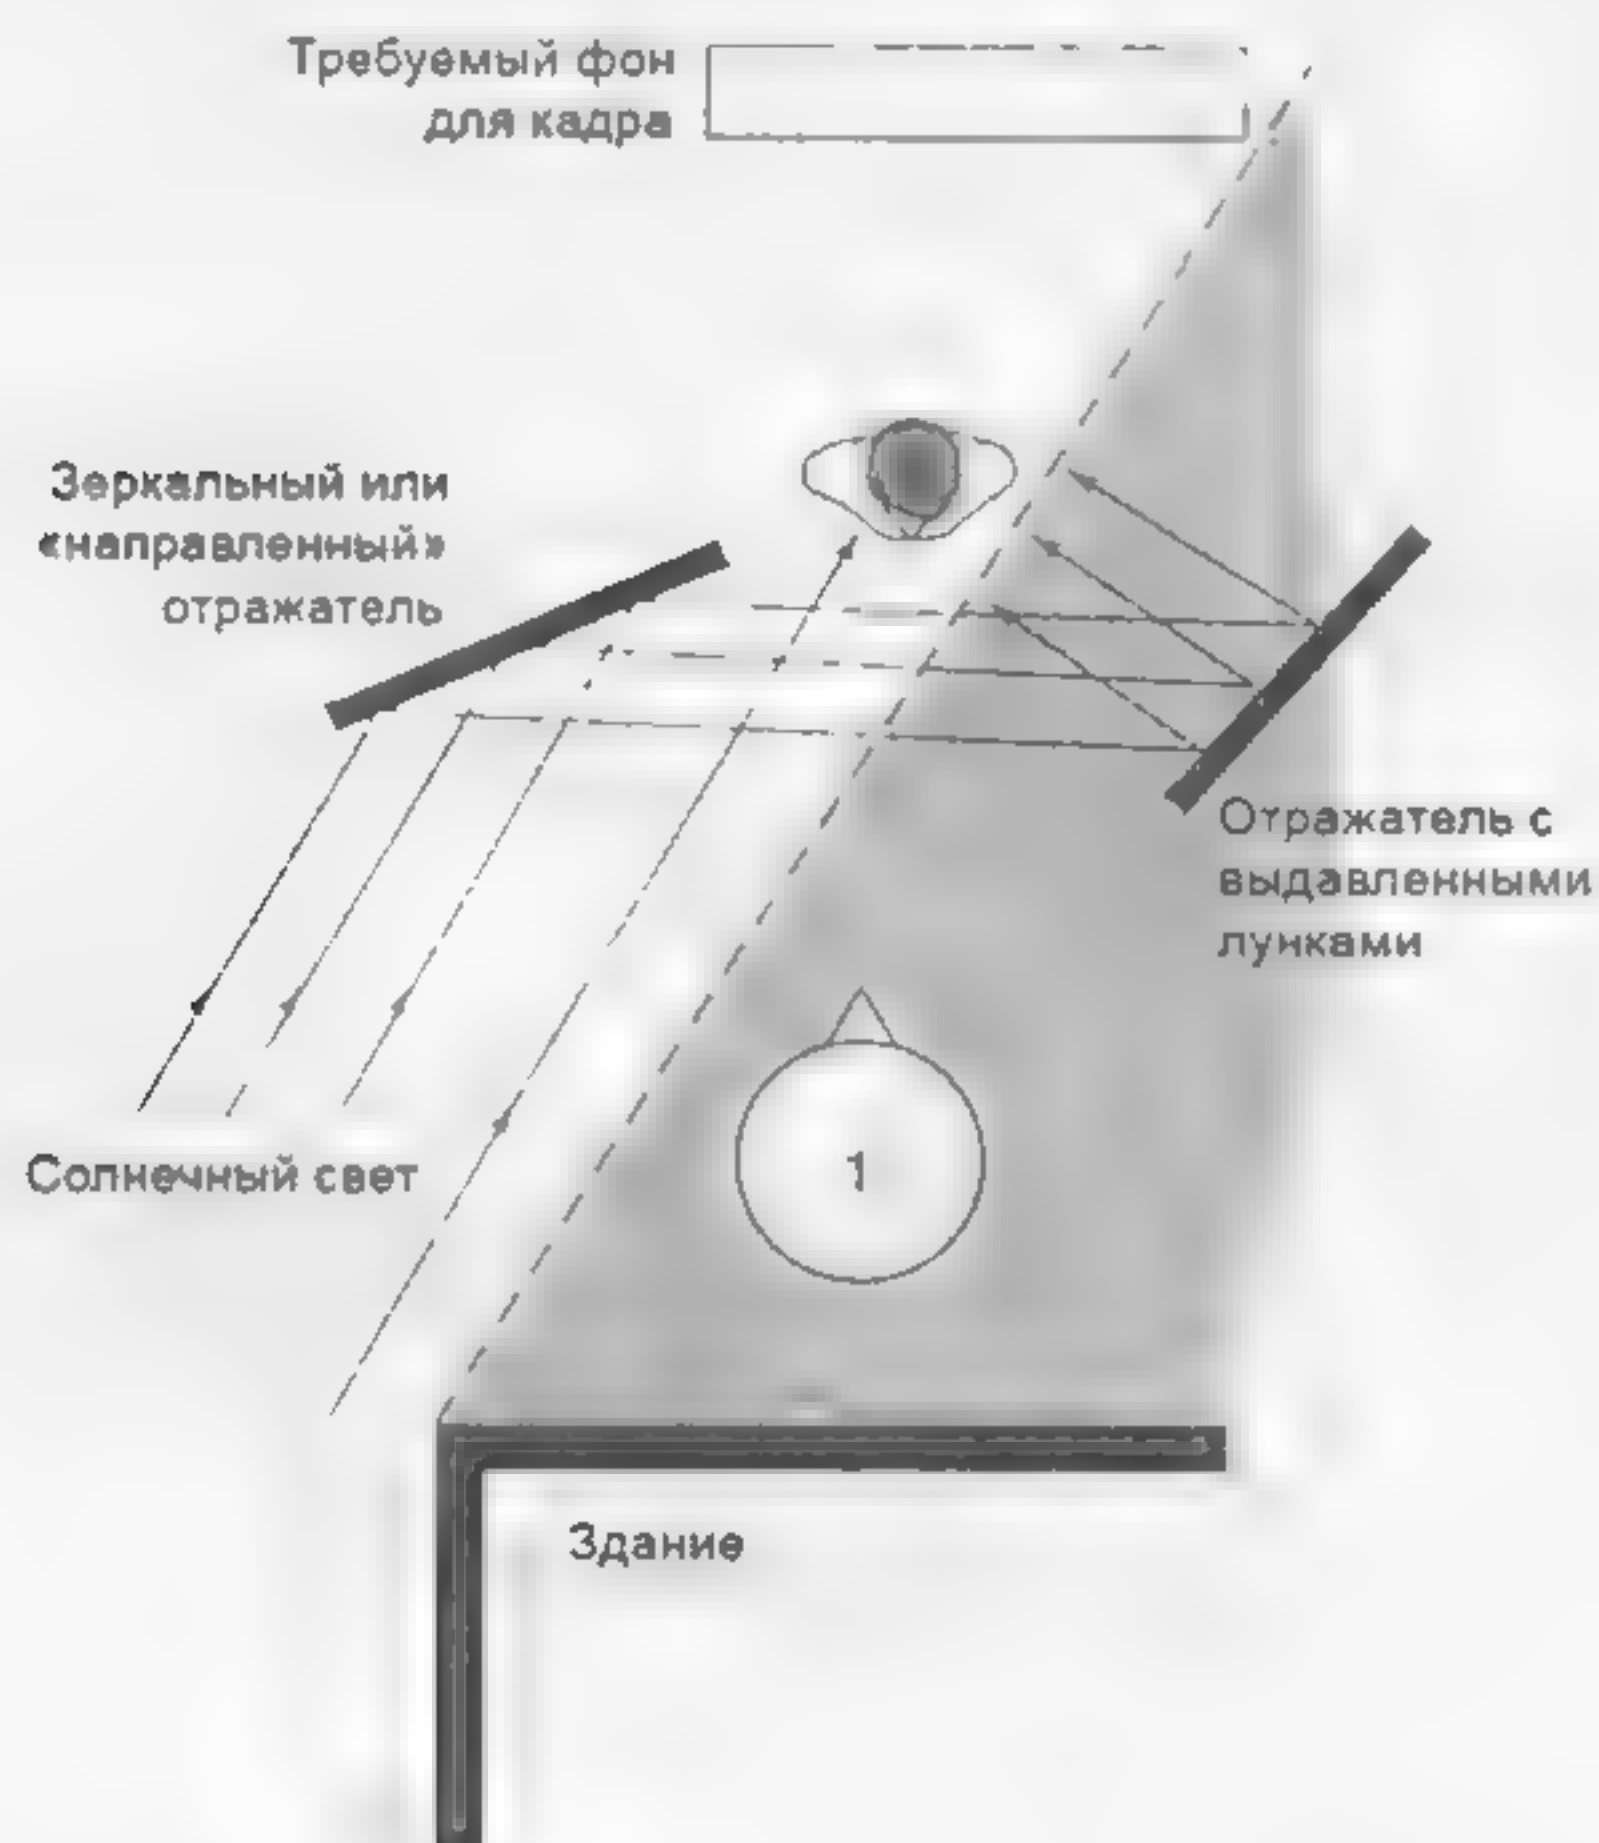

Рис. 17.6 Использование двух отражателей
- Иногда складывается ситуация, когда невозможно поставить отражатель в подходящем месте, например, когда в идеальном месте для установки «зеркала» находится тень от здания! Поэтому могут потребоваться дублирующие отражатели (рис. 17.6).